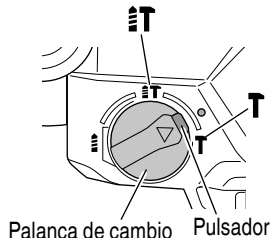
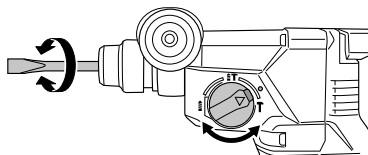

Fig. 24
Fig. 25
- (1) Montar la punta rompedora o cortafíos.
- (2) Presionar el pulsador y colocar la palanca de cambio en medio de la marca **IT** y la marca **T** (Fig. 24). La rotación se libera, gire el cortafíos y ajústelo a la posición deseada (Fig. 25).